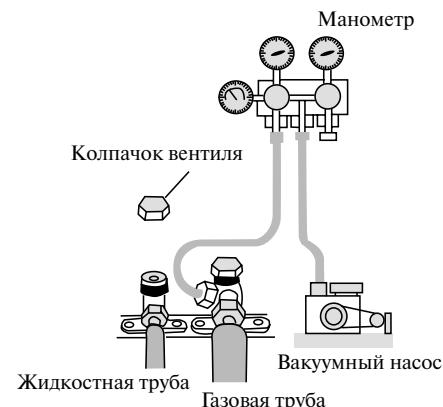

Рис. 8
- Удалите воздух и жидкость, оставшиеся в системе хладагента с помощью вакуумного насоса (см. рис. 8).